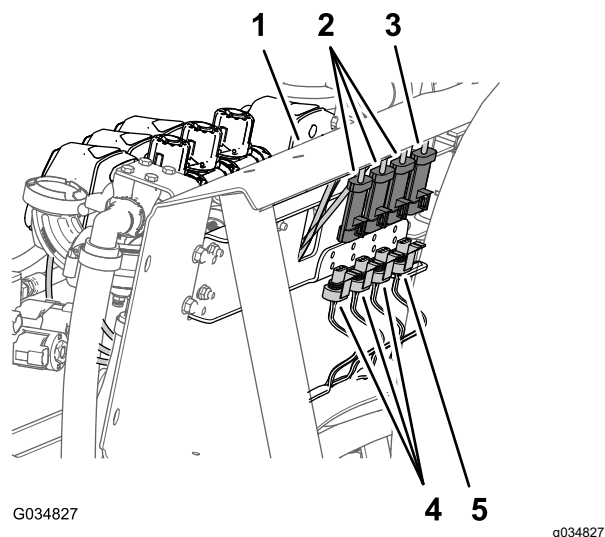

Figura 23
- En la parte trasera del soporte del distribuidor, desconecte el conector hembra de 3 vías de la válvula de agitación y los conectores hembra de 3 vías de las 3 válvulas de sección de los brazos (Figura 23).